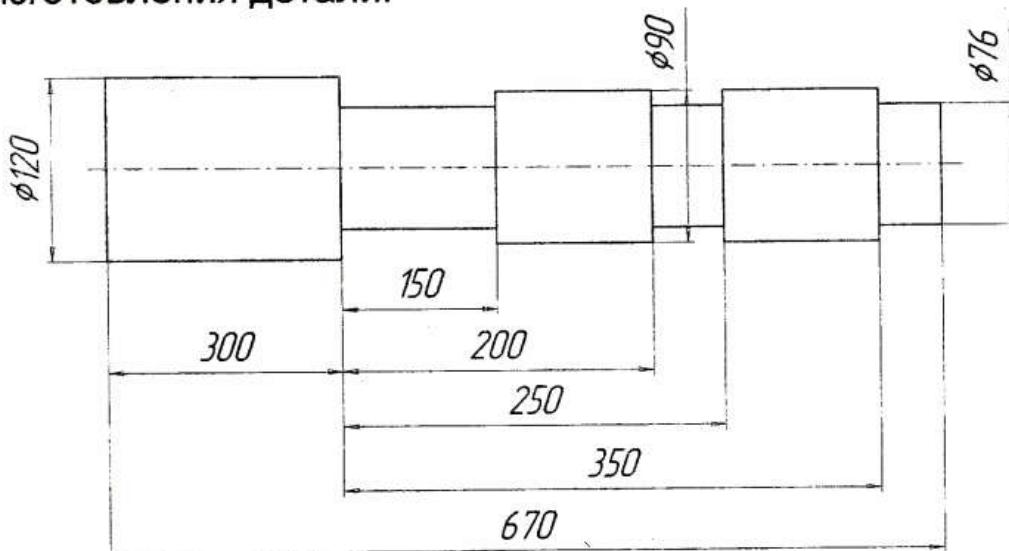

Рисунок 10 – Вал
**Исходные данные.** В данном разделе приводятся чертеж детали согласно заданному варианту (см. рис.10) и полная расшифровка материала, применяемого для изготовления детали.
Если элемент поковки определен как невыполнимый, то его доводят до выполнимого размера за счет напуска со стороны любого из торцов из условия, чтобы объем напуска был минимальным. В таблице 13 приведены значения припусков, предельных отклонений и диаметральных размеров поковки для рассматриваемого примера (см.рис.10). Припуски  $\delta$  и предельные отклонения  $\pm\Delta/2$  диаметров  $D$  назначены для диапазона длины детали  $L$  свыше 500 до 800 мм, а диаметральные размеры поковки определены согласно рисунку 11.
Исходные данные выполняемого задания рассчитаны на применение в качестве исходной заготовки проката, технологические отходы которого включают отходы на угар и концевые отходы. Поэтому далее описывается определение массы и размеров заготовки из проката анализируемого примера (рис. 10).